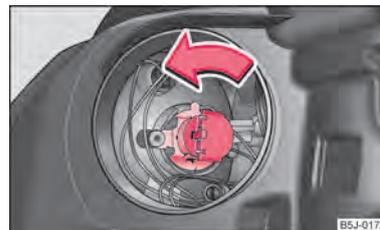

Fig. 155 Desmontaje de la bombilla para luz de carretera
- Girar el conector junto con la bombilla hacia la izquierda, hasta la tope, y retirarlo ⇒ fig. 155.